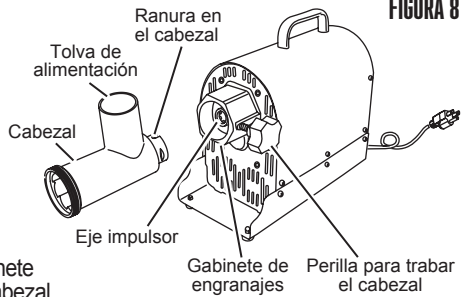

FIGURA 8
1. Asegúrese de que el molino de carne esté desenchufado. Inserte el cabezal dentro del gabinete de engranajes con la tolva de alimentación del cabezal hacia arriba. Usted tendrá que alinear la ranura del cabezal con la llave ubicada dentro de la carcasa de engranajes. Asegúrese de que el cabezal esté totalmente asentada dentro del gabinete de engranajes (**FIGURA 8**).